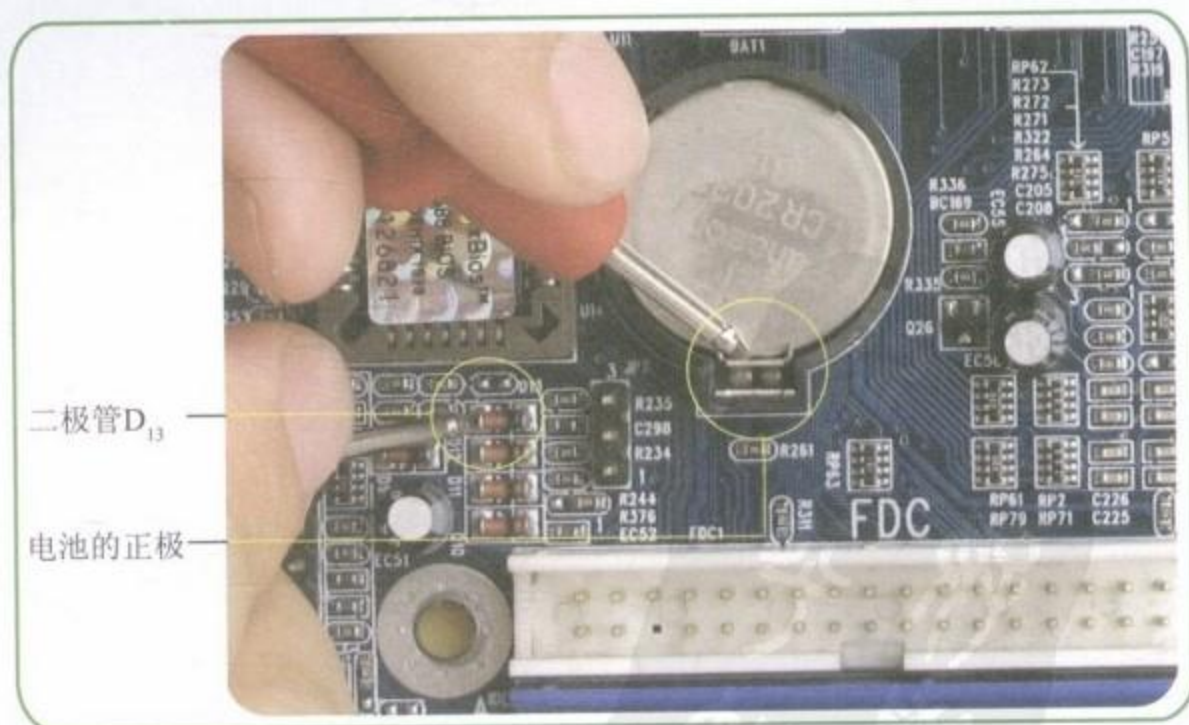

图6-17 测量电池到二极管的线路
Step 01 将万用表调到“蜂鸣”挡，测量与电池正极相连的稳压二极管的线路，如图6-17所示。